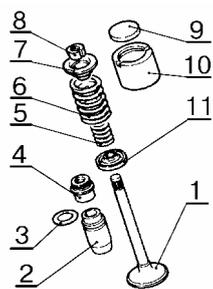

Рис.3.
- извлечь толкатели 10, рис.3, клапанов в сборе с регулировочными шайбами 9;